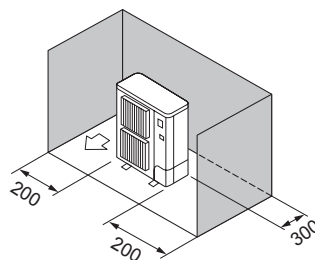

Fig. 2-8
- ③ Samo prepreke sa zadnje strane i bočno (Fig. 2-8)